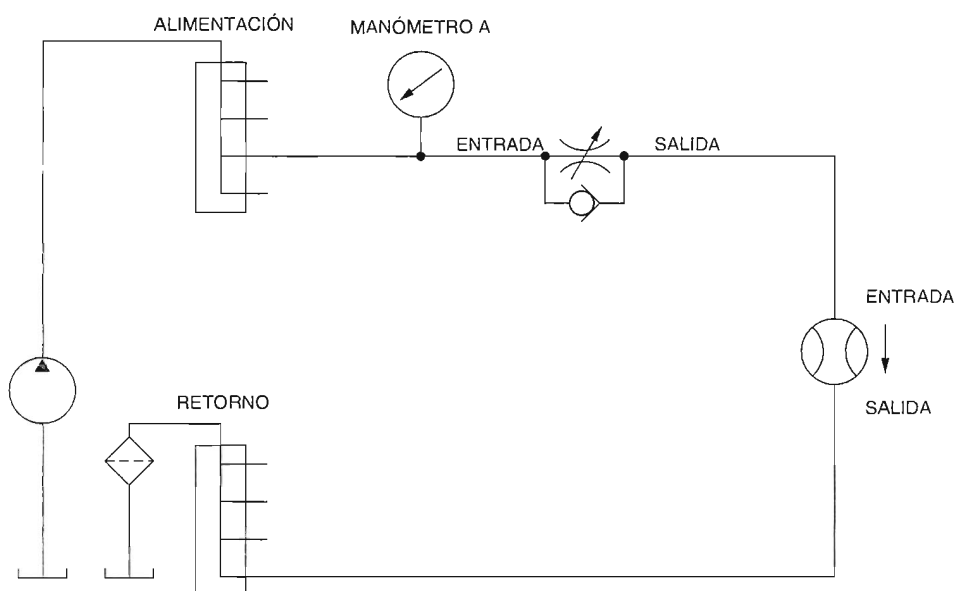

Figura 5-5. Medición de la eficiencia volumétrica contra la presión de la bomba.
- ☐ 1. Conecte el circuito mostrado en la Figura 5-5.